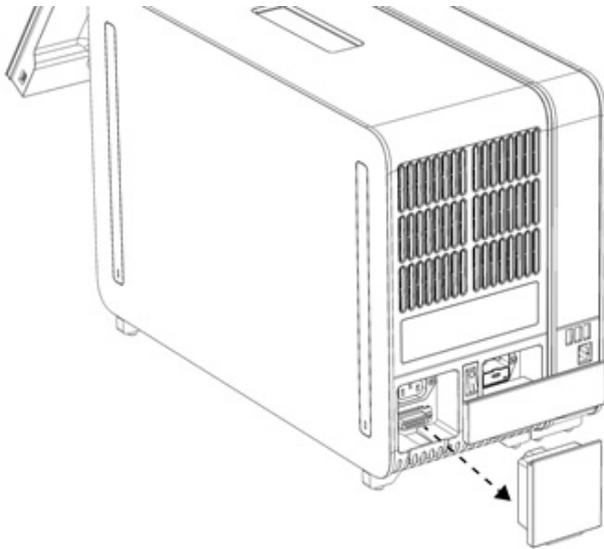

Figure 12. Retrait du pont de fin.
- 1d. Retirez le pont de fin de l'arrière du module analytique (figure 12).